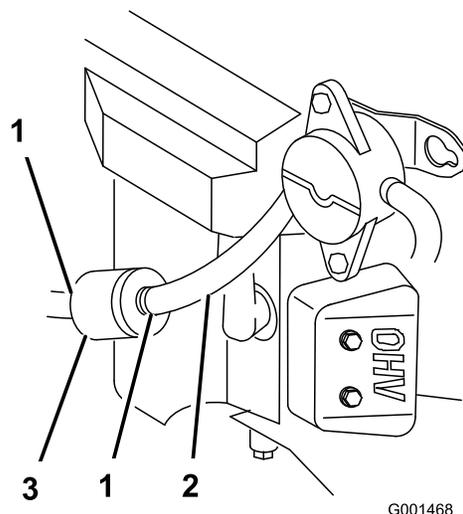

Figura 39
4. Aperte as pontas dos grampos da tubagem e afaste-as do filtro (Figura 39).